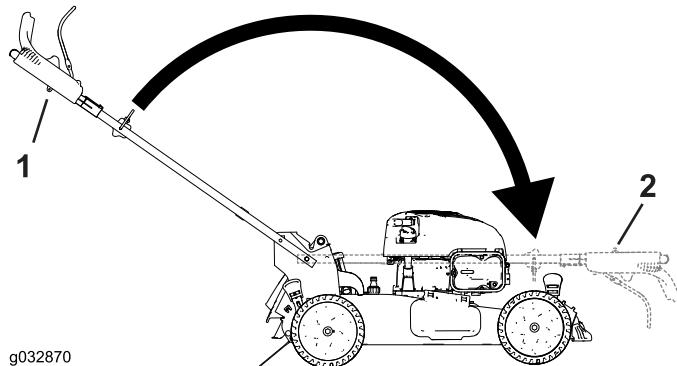

Figura 27
2. Doble el manillar girándolo hacia adelante (Figura 27).